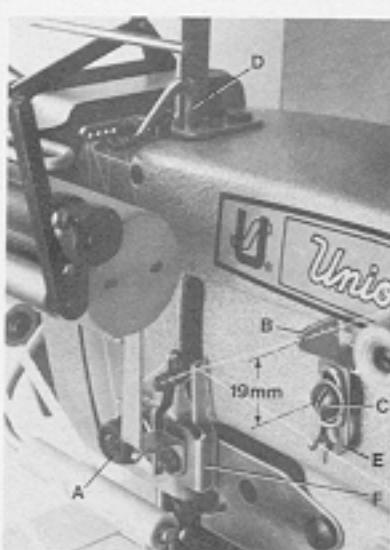

Fig.49
Set the tension for the needle threads to produce uniform stitches on the undersurface of the fabric. The tension applied to the looper thread should be very slight and just sufficient to steady the thread. The tension applied to the spreader thread on pretension (A, Fig. 49) on bed above the needle holder should be half as strong as the tension applied right on the thread tension assembly.
Set the needle thread frame eyelet (B, Fig. 49) 19 mm (3/4 in.) above the center of mounting screw (C). Lower it for more needle thread, raise it for less needle thread in the stitch.
Stellen Sie die Greiferfadenspannung gerade so stark ein, daß der Faden ganz leicht gespannt ist und gleichmäßig abläuft. Die Spannung für den Legfaden soll an der Vorspannung (A, Fig. 49) am Gehäuse oberhalb des Nadelhalters etwa halb so groß sein wie die Spannung rechts an der Fadenspannung.
Stellen Sie die Nadelführung am Gehäuse (B, Fig. 49) 19 mm hoch zur Mitte der Befestigungsschraube (C) ein. Tieferstellen ergibt mehr, höherstellen weniger Nadelfaden in der Naht.
Set the height of spreader thread pull-off eyelet (F, Fig. 49) to have pulled-off just sufficient thread for an exact stitch formation. Raise the pull-off eyelet for a looser spreader thread and lower it for a tighter spreader thread.
Set spreader thread frame eyelet (F, Fig. 49) so that the spreader thread forms a horizontal straight line between eyelet (E) and pull-off eyelet (F).
Stellen Sie die Legfaden-Abzugsführung (F, Fig. 49) in der Höhe so ein, daß gerade soviel Faden abgezogen wird, wie zur Bildung einer exakten Naht benötigt wird. Höherstellen der Abzugsführung ergibt einen loseren und tieferstellen einen straffer angezogenen Legfaden.
Montieren Sie die Legfadenführung (E, Fig. 49) am Gehäuse so, daß der Legfaden zwischen Führung (E) und Legfaden-Abzugsführung (F) eine waagerechte, gerade Linie bildet.